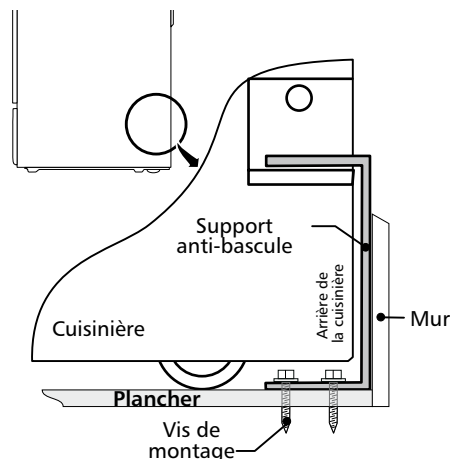

Figure 12
4. Enlevez le gabarit et placez le support anti-basculer sur le plancher. Alignez les trous dans le support anti-basculer avec les trous tracés sur le plancher et fixez avec les 4 vis fournies. Le support anti-basculer doit être fixé sur un plancher solide (Figure 12). Si vous les fixez à un plancher en béton, percez d'abord des trous pilotes de 3/16" (0,5 cm) de diamètre à l'aide d'un foret à maçonnerie.
6. Remplacez la cuisinière en la faisant glisser, en vous assurant que la patte centrale est bien agrippée au support anti-basculer (Figure 12). Abaissez l'appareil en ajustant les vis et les dispositifs de nivellement jusqu'à ce que le dessous de la surface vitrifiée touche à peine le dessus du comptoir. Référez-vous à la section Mise à niveau de la cuisinière.